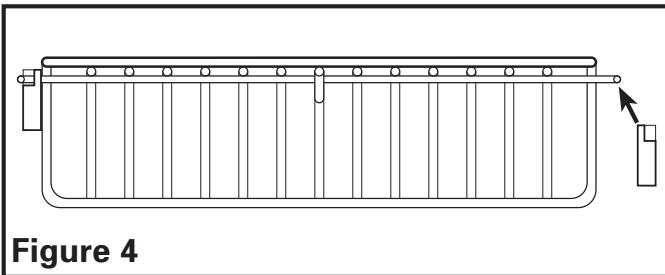

Figure 4
4. Insérer un côté de la tablette dans le support que vous venez d'installer sur le dossieret, puis installer le support opposé au côté opposé de la tablette et le raccorder dans le dossieret avec les vis comprises (**Figure 4**).